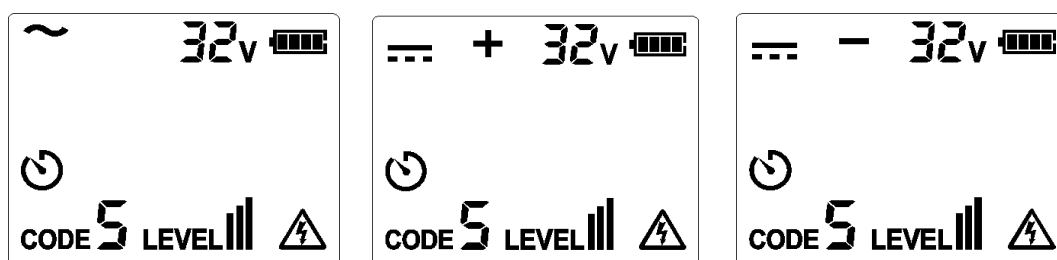

Figura 7.1.2a Voltaje superior a 30V
2. Pruebe y confirme si la conexión de los cables de prueba es correcta. Para circuitos con voltaje superior a 30V AC/DC, se encenderá el símbolo de advertencia. Como se muestra en la figura 7.1.2a.